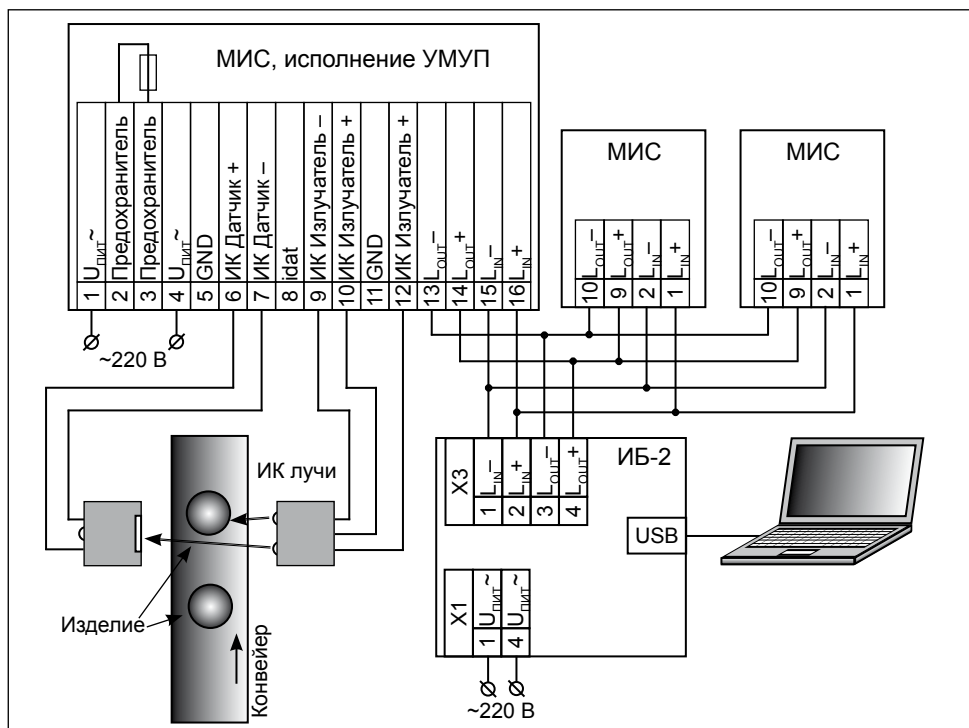

Рисунок 2. Схема подключения интерфейсного блока ИБ-2 совместно с счётчиками МИС, исполнение УМУП и обычными МИС
6.2 Подключить двухпроводную входную  $L_{IN}$  и двухпроводную выходную  $L_{OUT}$  линии последовательного интерфейса кабелем типа UTP5 (неэкранированная витая пара категории 5) на клеммной колодке X3 рисунок 2.
6.4 Подключить кабель питания на клеммной колодке X1 рисунок 2.